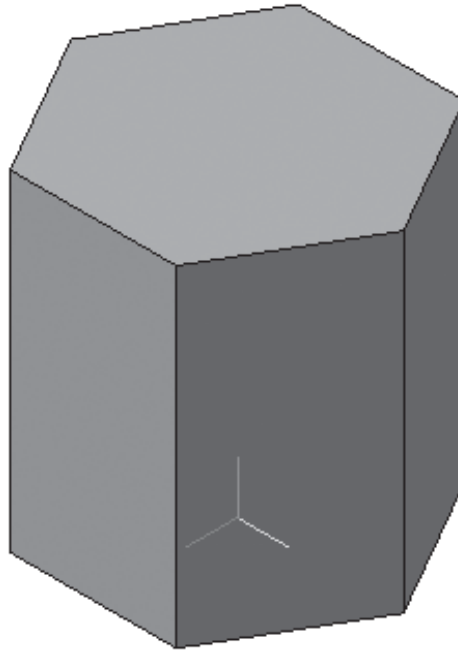

Рисунок 2.10 – Шестикутна призма
- на Інструментальній панелі **Вид** виберіть команду півтонове, півтонове з каркасом (рис. 2.10).